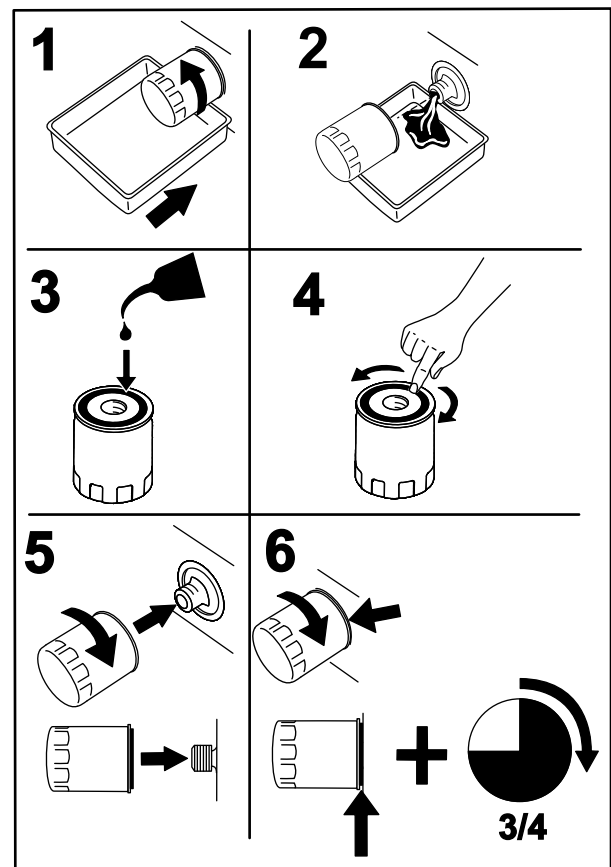

Figura 41
- Cambie el filtro de aceite del motor (Figura 41).